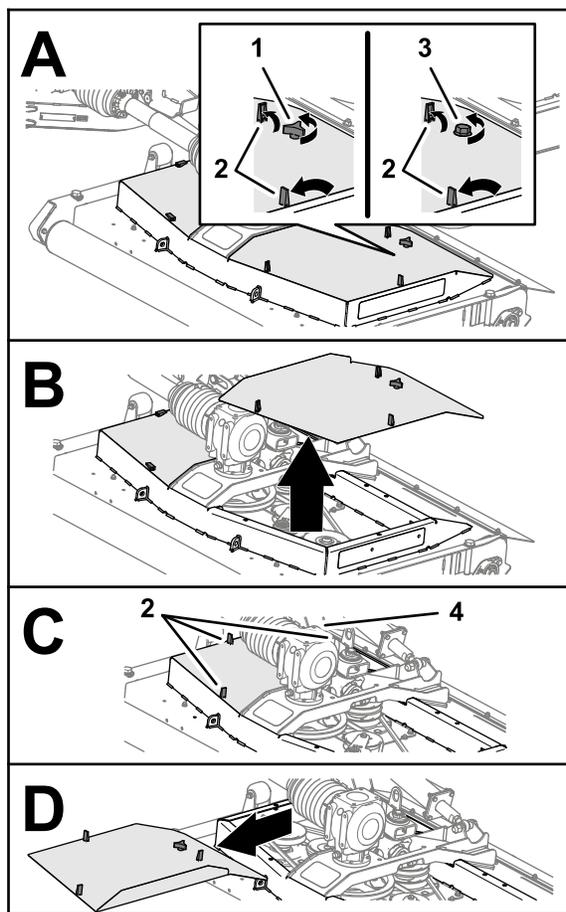

図 46
1. デッキカバーを固定しているラッチ3個を外す 図 46。
2. デッキカバーをデッキに固定しているノブ CE 仕様の場合はボルトをゆるめる 図 46。
4. 他のカバーについても同様にステップ 1 と 2 を行う 図 46。